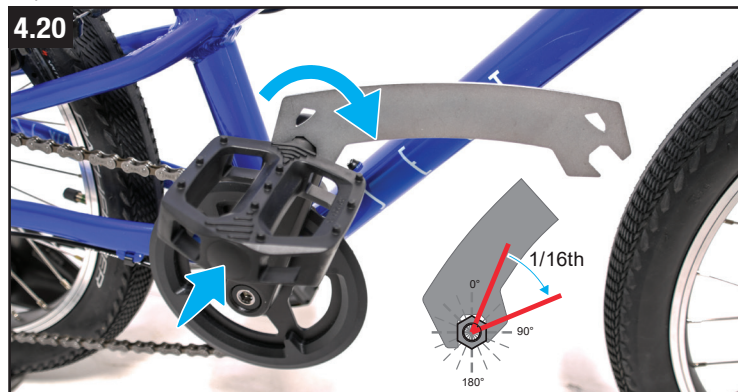

Fig. 4.20
- Pedalerne skal være lette at skrue i armene. Spænd pedalerne 1/16 omdrejning, som beskrevet i fig. 4.20.
- Fjern et gevinddæksel (A) fra den nederste position (B) på pedalarmen. Dette gøres med en 6 mm unbrakonøgle.
- Sæt gevinddækslet på den øverste position (C) på pedalarmen, og skru dækslet fast med en 6 mm unbrakonøgle.
- Monter pedalerne igen, som beskrevet i fig. 4.20.